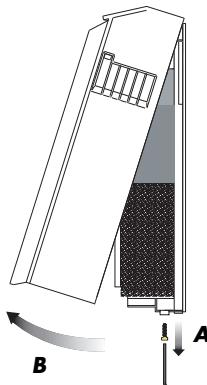
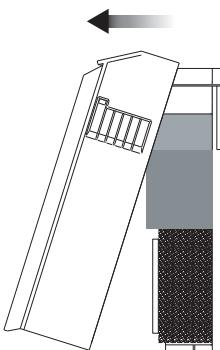

Abb. 1
Abb. 2
- Drehen Sie die Schraube im Gehäuseboden mit dem mitgelieferten Innensechskantschlüssel heraus (*Schritt A in Abb. 1*).
- Die Haube des AEROPAC ist mit einem Schnappverschluss ausgestattet, ziehen Sie einfach an der unteren Kante der Haube und klappen Sie sie nach vorne hoch (*Abb. 1 /B*); ziehen Sie die Haube in dieser Lage vom Gerät ab (*Abb. 2*).